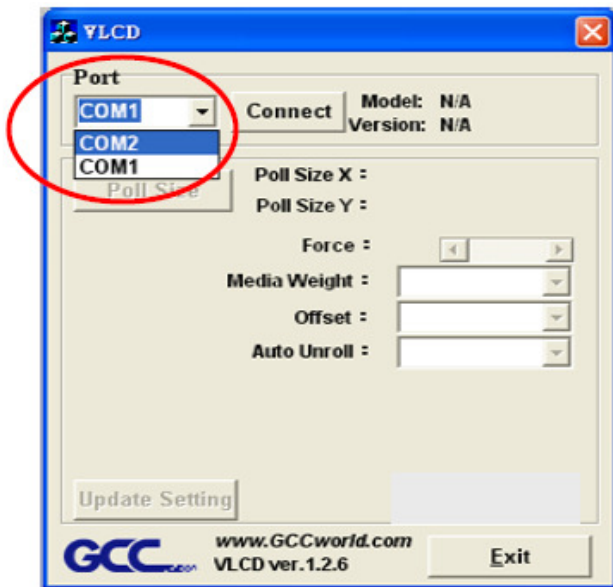

Abb. 3-2
**Schritt 3** Wählen Sie die richtige Verbindung zum Computer (Abb. 3-2). Wählen Sie **USB0** aus dem Pull-down-Menü, wenn Sie ein USB-Kabel verwenden. Bei Verwendung eines seriellen Kabels wählen Sie **COM1** oder **COM2**. Achten Sie darauf, dass keine anderen Geräte am gewählten Port angeschlossen sind.